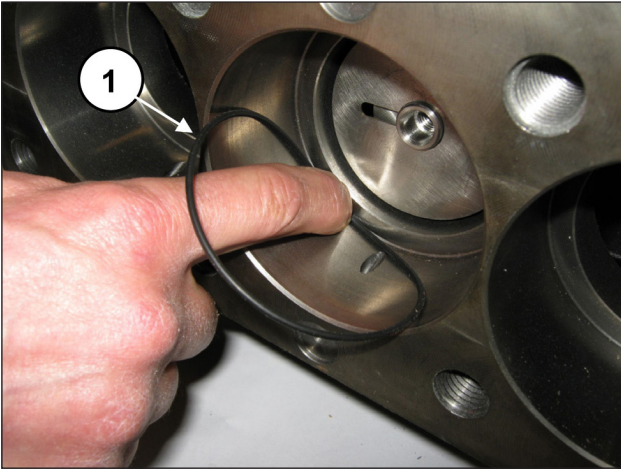

Fig. 170
Remova o anel circular de fundo do suporte do forro, se não permanecer no interior do carter da bomba (pos. ①, Fig. 170).